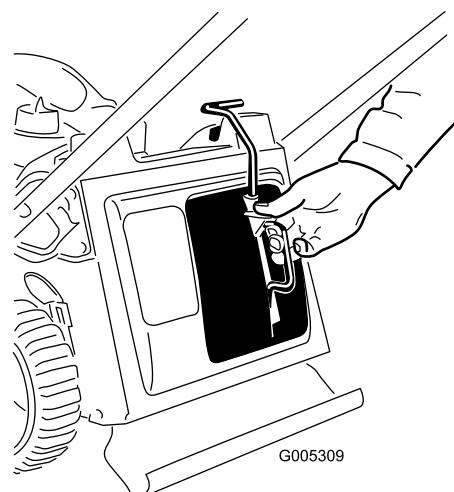

Figura 31
- Retire el tapón de mulching (Figura 31).